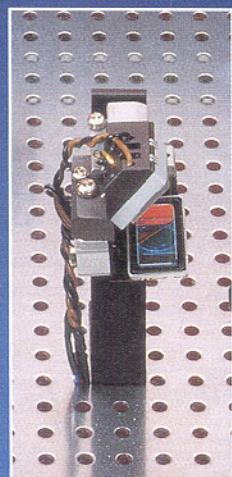
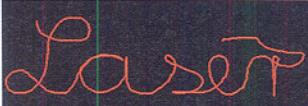

Bild 13: X-Y-Ablenk-einheit
Bild 14: Figuren erzeugt mit der X-Y-Ablenk-einheit
- Scanner-System (Bild 13, entspricht LA 90 ohne Gehäuse) zur Erzeugung nahezu beliebiger Figuren und Grafiken (Bild 14)